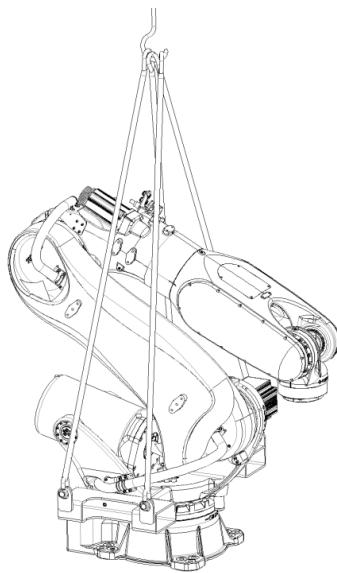

图 3.2.1
- (1) 必须把机器人调整到搬运姿态 (参考图3.2.1)。
- (2) 锁紧机器人腰部的叉运治具的吊耳孔。
- (3) 用满足机器人搬运要求的吊带, 穿过吊耳孔。
- (4) 在吊带与机器人本体有接触的地方, 垫上缓冲材料。
- (5) 搬运时, 必须缓慢平稳, 防止机器人在搬运过程中晃动。